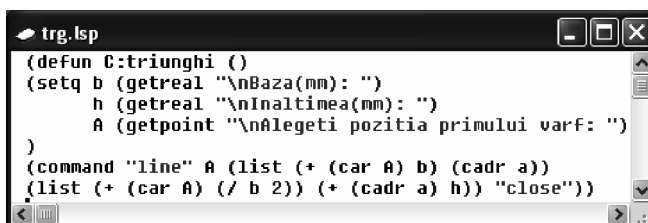

Fig. 12.4 Formatarea liniilor selectate
3. Se selectează a doua, a treia și a patra linie. Din meniul grafic **Tools**, se selectează pictograma *Format selection*. Aspectul textului din fereastra de editare se modifică – Fig. 12.4.